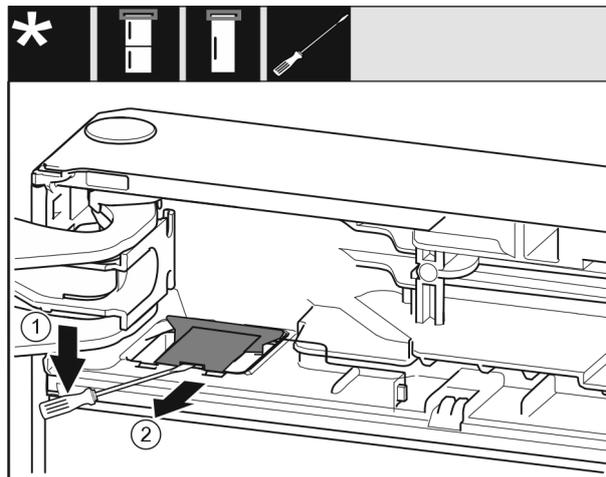

Fig. 10
- ▶ Ravnim odvijačem otkopčajte pokrov i potom ga podignite. Fig. 10 (1)
- ▶ Izvadite pokrov. Fig. 10 (2)